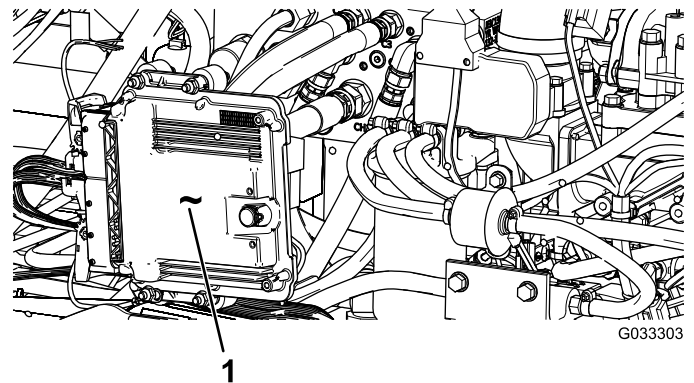

Figura 56
**Importante:** Evitate che la centralina del motore (ECU) o i connettori elettrici vengano a contatto con acqua, dato che ciò può causare danni; fate riferimento a Figura 56 per la posizione dell'ECU e dei collegamenti elettrici.